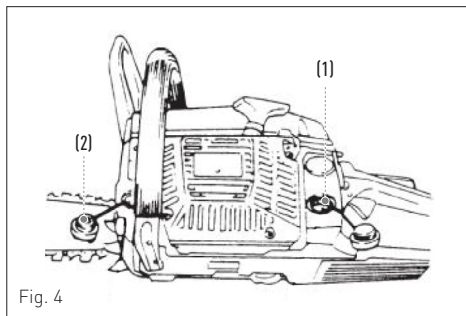

Fig. 4
(3) Coloque a barra guia da corrente, (Fig. 4).
(5) Coloque a corrente em torno da embraiagem e da barra guia.
(6) Certifique-se de que instala a corrente na barra guia com os elos na direção certa.
(7) Encaixe o parafuso do tensor no orifício inferior da barra guia. Coloque a tampa da embraiagem na motosserra e aperte bem o parafuso. Enquanto segura a ponta da barra, ajuste a tensão da corrente girando o parafuso do tensor.